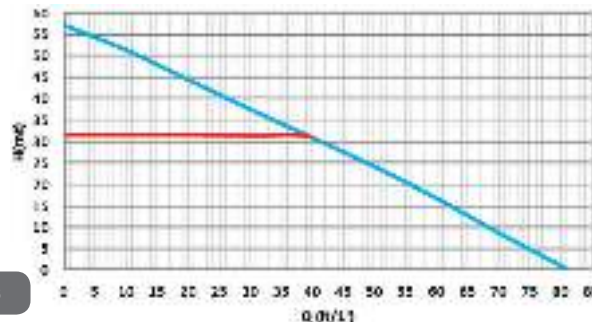

Fig. 6
Diagrammet i Fig. 6 visar kurvan över den hydrauliska kapaciteten. Invertern modulerar automatiskt elpumpens rotationshastighet vilket gör att elpumpen vid behov kan förflytta sin arbetspunkt till valfritt område under aktuell kurva så att det inställda trycket förblir jämnt (SP). Den röda kurvan visar händelseförloppet för e.sbox mini med börvärdet inställt på 3,0 bar.